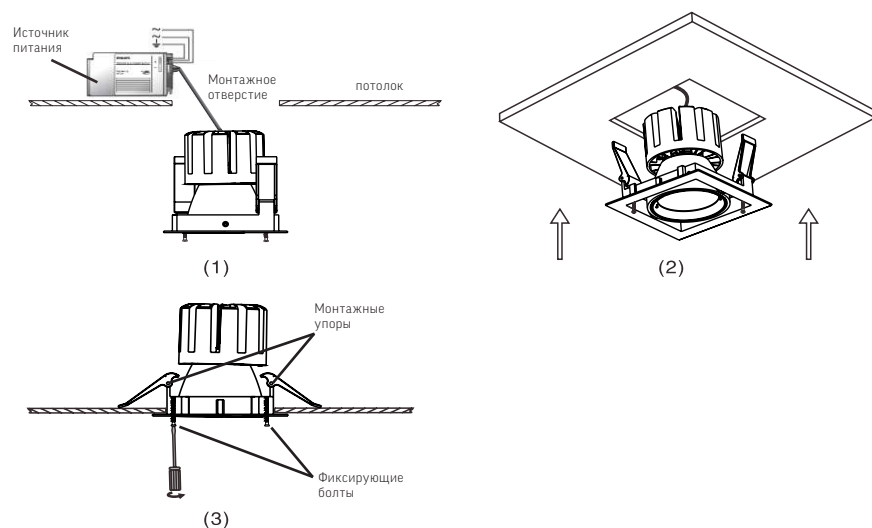

Рисунок 2
- ▶ Подготовьте монтажное отверстие на поверхности (см. Рисунок 2 и Таблицу 1);